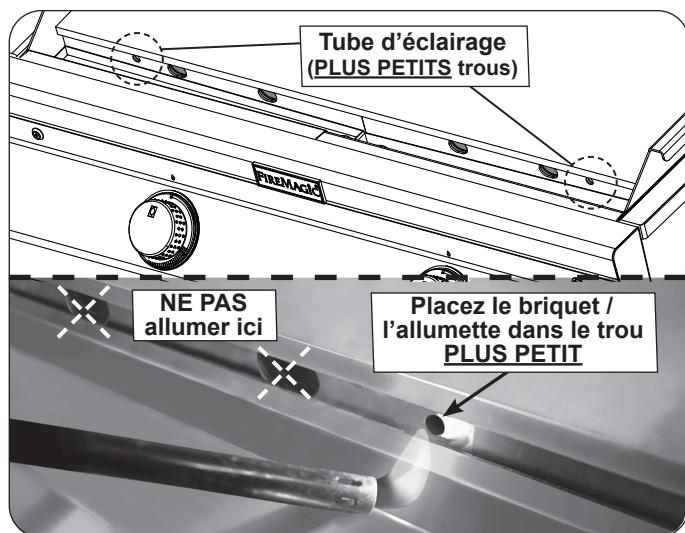

Fig. 36-3 Éclairage manuel
2. Tenez un briquet au butane ou une allumette à tige longue jusqu'à l'ouverture du tube d'éclairage (**trou PLUS PETIT**) **pendant 5 secondes**. Puis appuyer sur le bouton de contrôle approprié et en appuyant tourner dans le sens antihoraire à la position **HI LIGHT**. Retirez le briquet ou des allumettes quand le brûleur s'allume, puis relâchez le bouton de commande. Voir la Fig. 36-3.